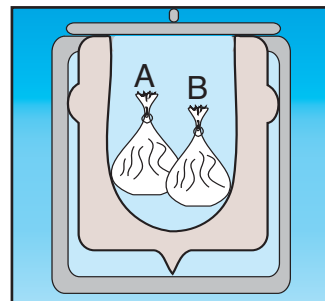

Fig .7
Prenons deux petits sachets de plastiques (A) et (B) comme ceux utilisés pour emballer les denrées alimentaires, mettons dans chaque sachet de l'eau froide (à 20°C par exemple) pour le premier et chaude (à 60°C par exemple) pour le deuxième et nouons les ouvertures pour les rendre étanches. Plaçons les dans une bouteille « thermos » (Fig.7).